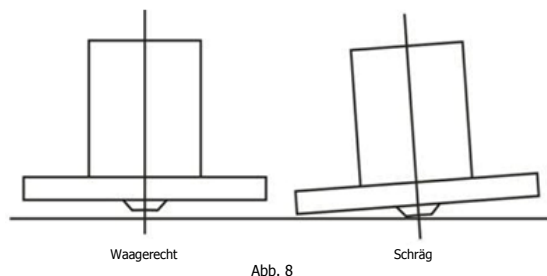

Abb. 8
- Nach der Installation sollten Sie sicherstellen, dass die Abzugshaube horizontal ist, um das Ansammeln von Fett zu vermeiden. (siehe Fig. 8)
- Achten Sie nach der Installation darauf, dass die Abzugshaube waagrecht angebracht ist, damit sich nicht an einer Stelle Fett ansammeln kann (siehe Abb. 8).